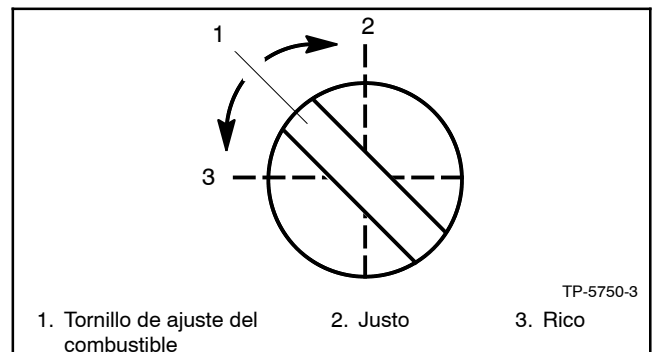

Figura 9-30 Ajuste del mezclador combustible, típico
- a. Ajustar la válvula de medición de combustible (Figura 9-30) según sea necesario para obtener una salida del sensor de oxígeno de 0,8 a 0,9 VDC. La salida del sensor de oxígeno lee alta cuando la mezcla es más rica y cerca de cero voltios cuando la mezcla es más delgada y justa.